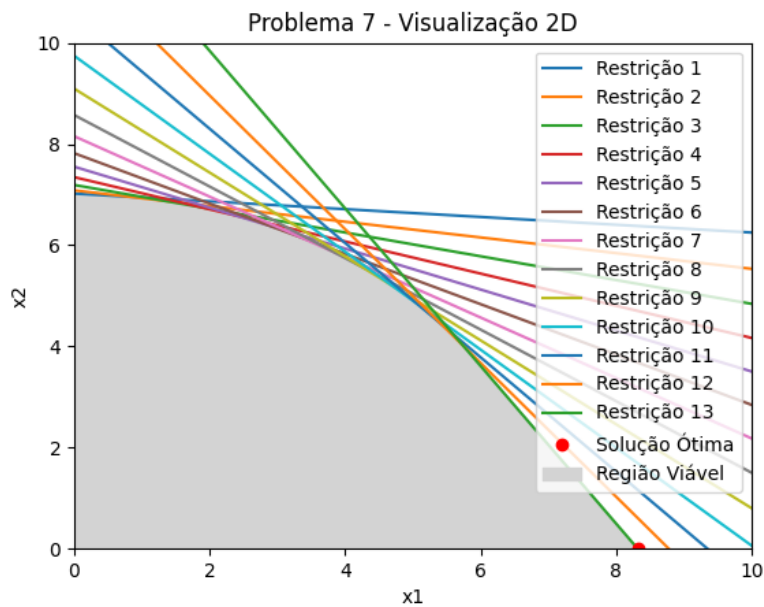

Figura 13: Plot 2D do 7º Problema
### 4.8.1 Análise do Gráfico 2D (Figura 13)
**Região Factível:** A área sombreada em cinza claro na Figura 13 representa a região factível do problema, ou seja, o conjunto de todos os pontos  $(x_1, x_2)$  que satisfazem simultaneamente todas as restrições.
A região factível, da figura 13, representada pela cor cinza claro, delimitada pelas restrições trigonométricas, com a solução ótima destacada em vermelho.